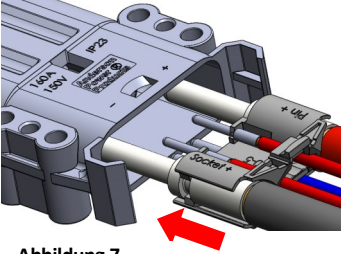

Abbildung 7
8. Den vollständig zusammengebauten Kontakthalter im Steckergehäuse montieren (Abbildung 7):